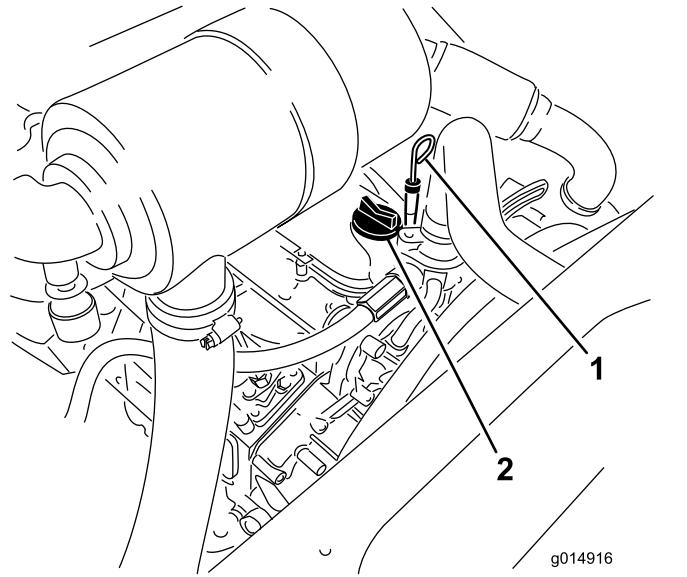

图31
3. 取出量油尺擦拭干净并安装图31。
5. 如果油位低于已满标记应取下加油盖图31添加机油直至油位达到量油尺上的已满标记。切勿过量添加。